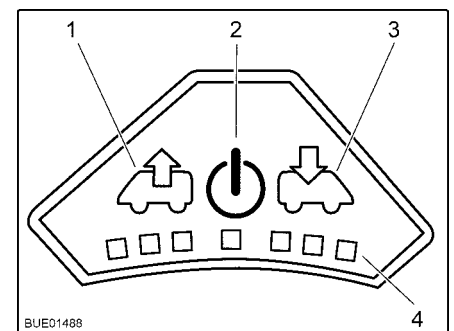

Fig. 128 Panneau de commande du ventilateur
- Allumer : ■ Appuyer sur la touche Marche/Arrêt (Fig. 128,2). Le ventilateur fonctionne en mode confort (aération à faible vitesse de rotation).
- Ventiler : ■ Pour augmenter la vitesse de rotation du ventilateur : appuyer sur la touche Ventiler (Fig. 128,1). La vitesse de rotation du ventilateur augmente d'un niveau de puissance dans le sens de l'échappement. Les DEL (Fig. 128,4) montrent les niveaux de puissance.
■ Pour réduire la vitesse de rotation du ventilateur : appuyer sur la touche Aérer (Fig. 128,3). La vitesse de rotation du ventilateur diminue d'un niveau de puissance.
- Aérer : ■ Pour augmenter la vitesse de rotation du ventilateur : appuyer sur la touche Aérer (Fig. 128,3). La vitesse de rotation du ventilateur augmente d'un niveau de puissance dans le sens de l'aération. Les DEL (Fig. 128,4) montrent les niveaux de puissance.
■ Pour réduire la vitesse de rotation du ventilateur : appuyer sur la touche Ventiler (Fig. 128,1). La vitesse de rotation du ventilateur diminue d'un niveau de puissance.
- Éteindre : ■ Appuyer sur la touche Marche/Arrêt (Fig. 128,2). Le ventilateur s'arrête, les DEL s'éteignent.